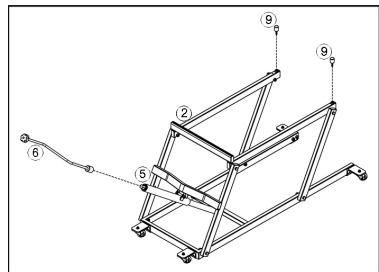

FIGURE 6.
23. Vissez chaque protection antichocs (No 9) dans les extrémités (No 6) de la barre d'appui (Fig. 6).
24. Placez l'extrémité de la manivelle sur l'enclume hexagonale (22 mm) de l'extrémité du cric à vis (Fig. 6).